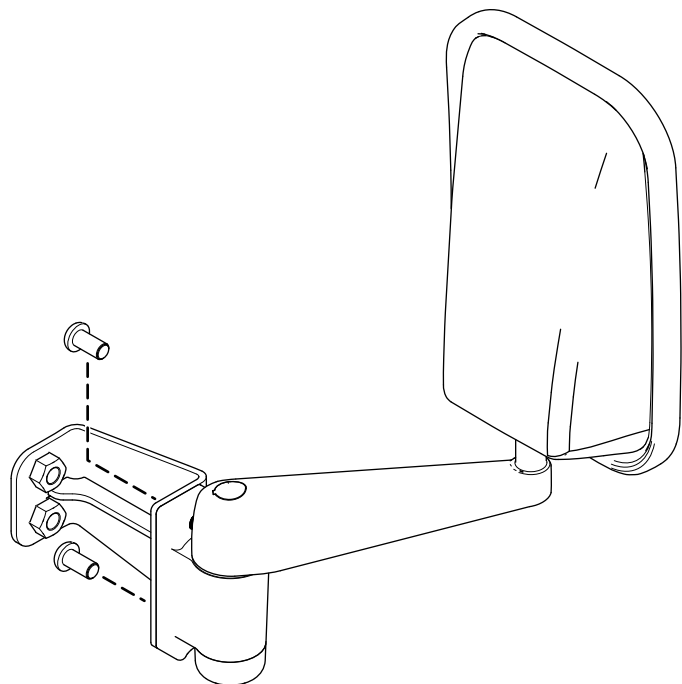

Рисунок 1
1. Прикрепите зеркало к кронштейну зеркала с помощью 2 винтов с внутренним шестигранником типа Torx (Рисунок 1).